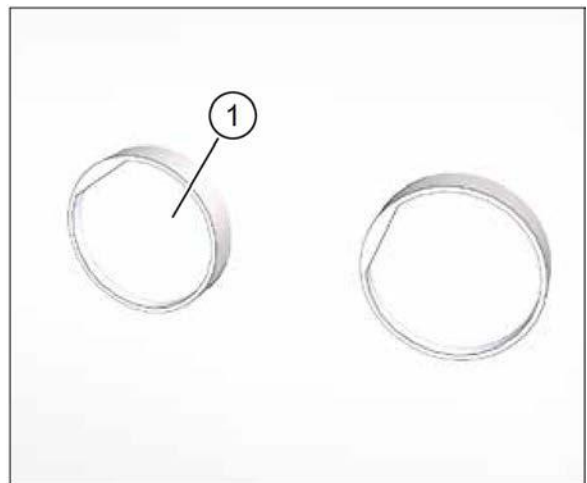

Рис. 38: настенный ящик заштукатурен снаружи
- ▶ Удалите обе гипсовые защитные проставки (поз. 1 на рис. 38).